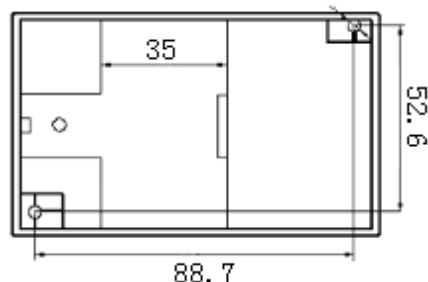

图 3、SK 外形安装尺寸图
产品采用 DIN35 导轨式安装或螺钉固定安装,其安装尺寸如图 3 所示(单位 mm)。
- ①按图 3 所示的螺孔位置在固定板上打直径为 3mm 孔;
- ②使用  $\Phi 3$  的螺钉插入孔中固定。